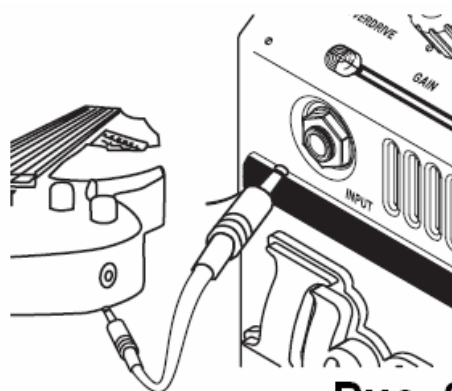

Рис. 3
2) Подключите к усилителю электрогитару. Используйте экранированный кабель (рис. 3).